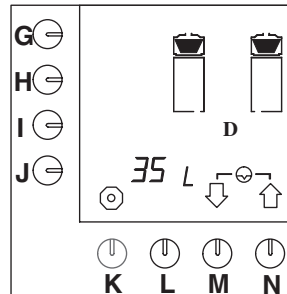

Fig. 40 Dagteller koffiezetstelsysteem resetten
- Druk op selectietoets (M.)↓ tot fig. 40 in het display verschijnt.